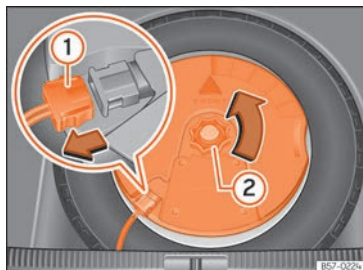

Abb. 184 Im Gepäckraum: Subwoofer ausbauen.
- Ziehen Sie das Subwoofer-Lautsprecherkabel heraus » (Abb. 184) ①.
- Drehen Sie das Befestigungshandrad entgegen dem Uhrzeigersinn heraus » (Abb. 184) ②.